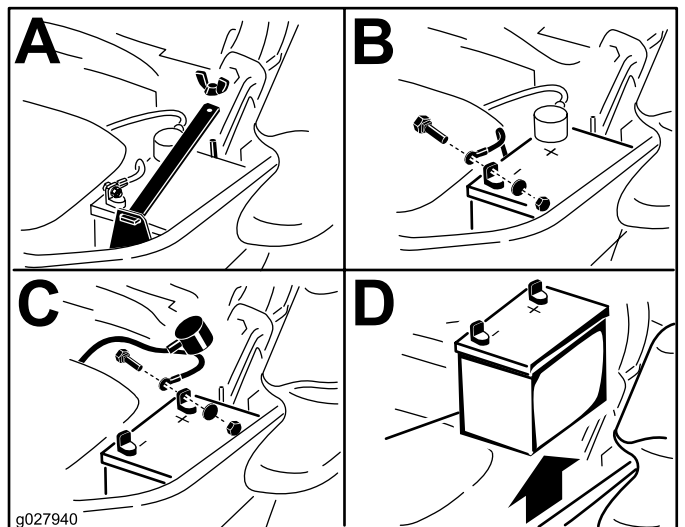

Figure 47
3. Débranchez le câble négatif (noir) de la batterie de la borne négative (-) de la batterie (Figure 47).
4. Enlevez le capuchon rouge de la borne positive (rouge) de la batterie et débranchez le câble positif (+) (Figure 47).
5. Retirez l'écrou à oreilles qui fixe la barrette de maintien de la batterie (Figure 47).
6. Déposez la barrette de maintien (Figure 47).
1. Placez la batterie dans son support en tournant les bornes à l'opposé du réservoir hydraulique (Figure 47).
4. Fixez les câbles avec 2 boulons, 2 rondelles et 2 contre-écrous (Figure 47).
6. Reposez la barrette de maintien et fixez-la avec l'écrou à oreilles (Figure 47).